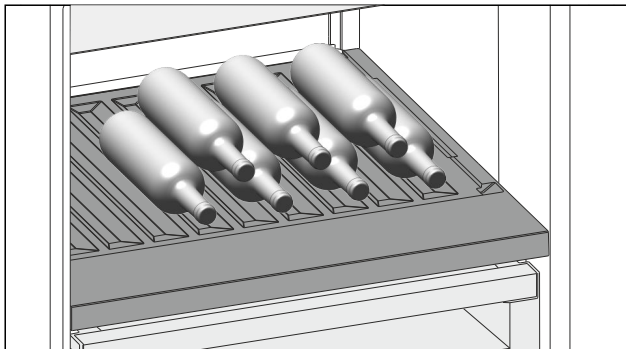

Fig. 143
- ▶ Introduzca las botellas con la base orientada hacia la pared posterior. (consulte Fig. 143)